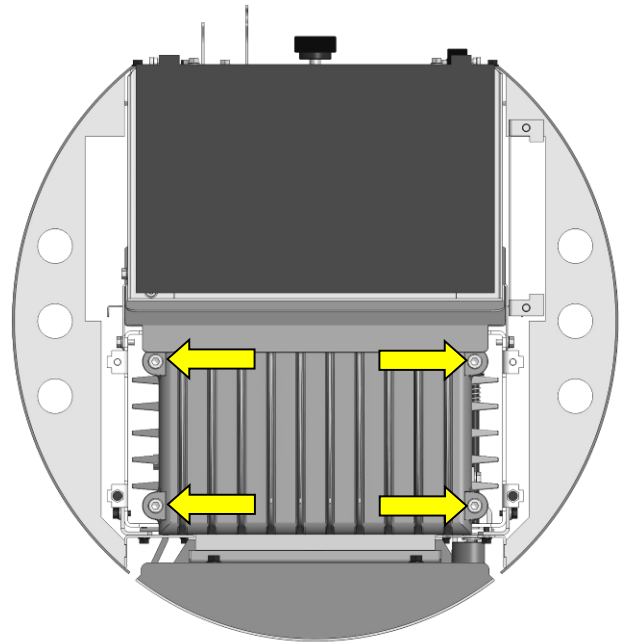

Abb. 90: Ausbau Gussdeckel crazy.nrg
2. Die vier Befestigungsschrauben des Gussdeckels mit Hilfe des beiliegenden Sechskantgriffes herausdrehen und den Deckel nach oben entnehmen (Abb. 90).